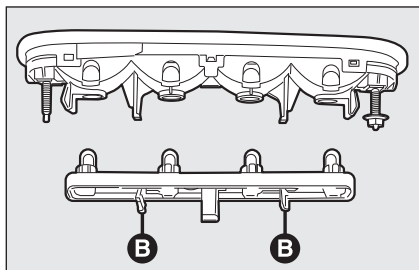

fig. 32
- en agissant de façon opposée sur les ailettes **B-fig. 32** extraire le porte-ampoules;